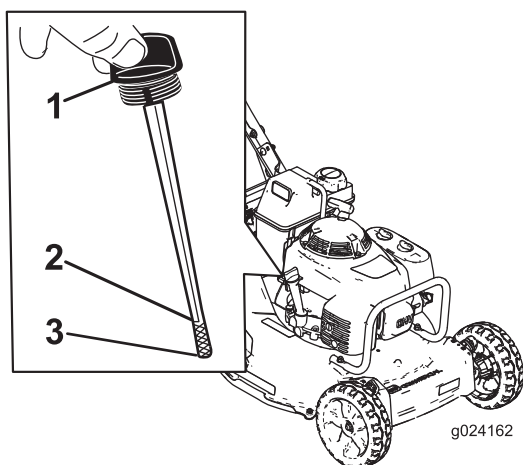

Figure 7
Avant chaque utilisation, vérifiez que le niveau d'huile se situe entre les repères maximum et minimum sur la jauge (Figure 7).
2. Nettoyez la surface autour du bouchon de remplissage (Figure 7).